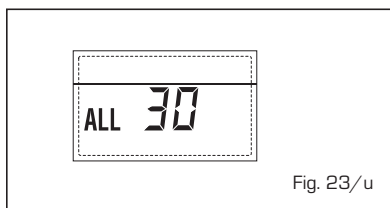

Fig. 23/u
- **ANOMALÍA SONDA IMPULSIÓN CASCADA "ALL 31" (fig. 23/v)**